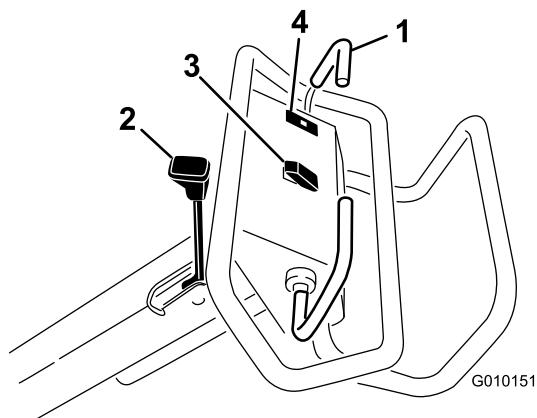

Figure 13
Pour vous déplacer en marche avant, poussez le levier de déplacement en avant. Pour vous déplacer en marche arrière, tirez le levier de déplacement en arrière (Figure 13).
Pour serrer le frein de stationnement, rapprochez le levier du moteur. Pour desserrer le frein de stationnement, déplacez le levier en avant (Figure 13).
Le témoin de pression d'huile (Figure 13) s'allume quand la pression de l'huile moteur descend au-dessous du niveau admissible. Dans ce cas, arrêtez le moteur et recherchez la cause de la baisse de pression. Effectuez les réparations nécessaires avant de remettre le moteur en marche.
**Relevage** – appuyez sur le haut du commutateur (Figure 13) pour relever la tête d'aération et la désengager. Le moteur doit être en marche pour produire la pression de relevage. Si la tête d'aération est en dessous de la hauteur de transport, reportez-vous à la section Réinitialisation du circuit de commande du système.
**Abaissement/engagement** - Appuyez sur le bas du commutateur (Figure 13) pour abaisser et engager la tête d'aération. Le levier de déplacement doit être en position avant pour activer le commutateur.